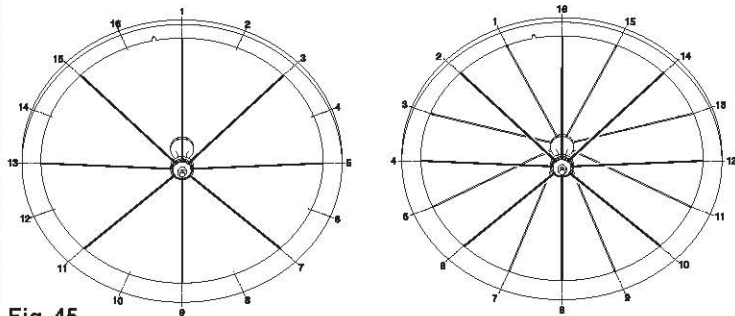

Fig. 45
- Procedete col montaggio dei raggi sul primo lato della ruota, iniziando con il raggio sul primo foro a destra del foro valvola del cerchio (tranne Electron e Proton) (Fig. 45).
- Then proceed with the assembly of the spokes on the first side of the wheel, beginning with the spoke in the first hole to the right of the valve hole in the rim (except for the Electron and Proton) (Fig. 45).
- Die Speichen zuerst auf die eine Seite des Laufrads montieren, wobei mit der ersten Bohrung rechts von der Ventilbohrung der Felge begonnen wird (außer bei Electron und Proton) (Abb. 45).
- Procédez en montant les rayons sur le premier côté de la roue, en commençant par le rayon sur le premier trou à droite du trou de la valve de la jante (sauf pour Electron et pour Proton) (Fig. 45).
- Efectuar el montaje de los radios en el primer lado de la rueda, empezando con el radio en el primer agujero a la derecha del onificio para la válvula de la llanta (excepto que para Electron y Proton) (Fig. 45).
- Assembleer de spaken aan de eerste zijde van het wiel, beginnend met de eerste spaak in het spaakgat rechts van het ventielgat in de velg (geldt niet voor Electron en Proton) (Fig. 45).